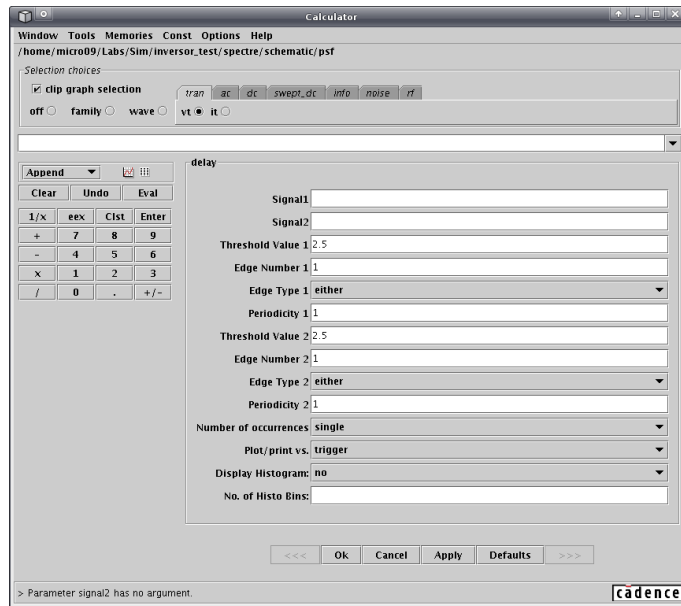

Figura 6: Calculadora empleando la función delay una vez alargada la ventana.
4. Para este ejemplo va a ser interesante la función delay. Haga click en esta función y expanda la ventana hacia abajo para hacer visibles las opciones ocultas. Debería obtener una ventana como la que se muestra en la figura 6.